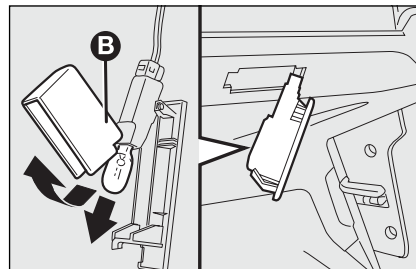

fig. 43
- open de beschermkap **B**-fig. 43 en vervang de geklemde lamp;